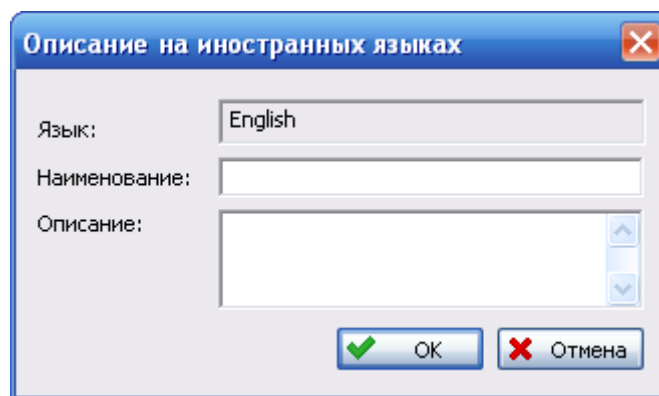

Рис. 9-6
- Для ввода наименования и описания элемента DMRL на иностранном языке нажмите на кнопку **Описание на иностранных языках**. В появившемся окне введите данные и нажмите на кнопку **ОК** (рис. 9-6).